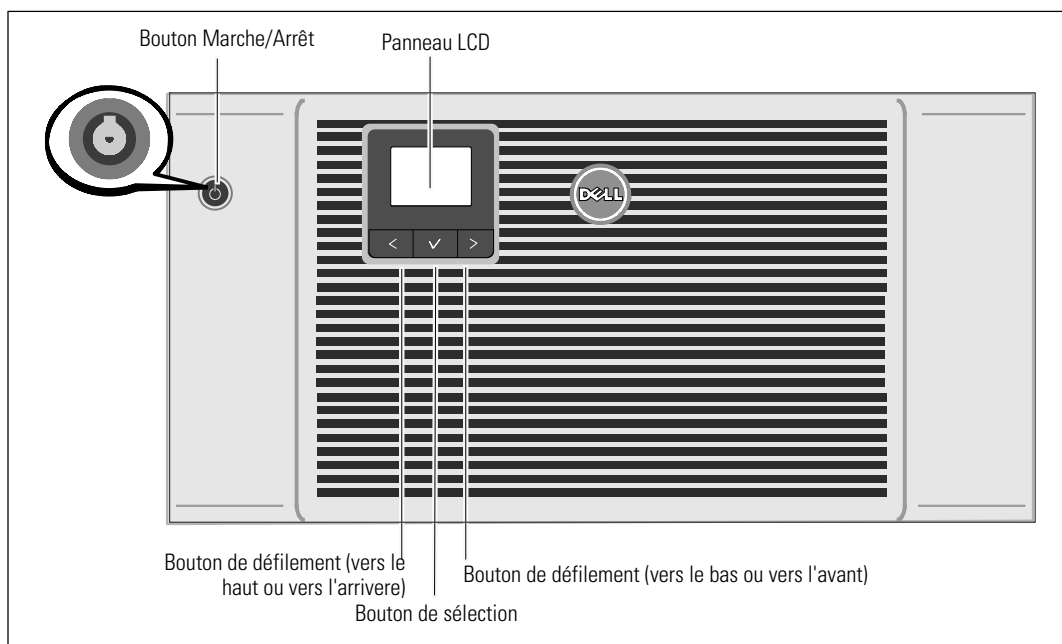

Figure 23. Démarrage de l'onduleur
- 5 Appuyez sur le bouton On/Off  sur le panneau avant de l'onduleur (voir Figure 23).